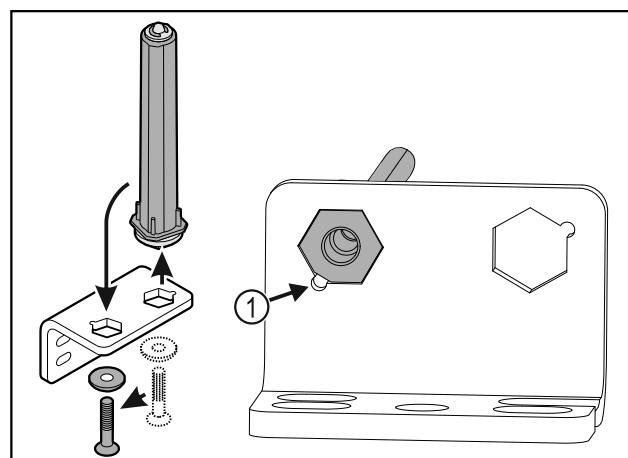

Fig. 33
- ▶ Pobrinite se za to da je prilikom umetanja zakošenje na svornjaku Fig. 33 (1) usmjereni prema okrugloj rupi.